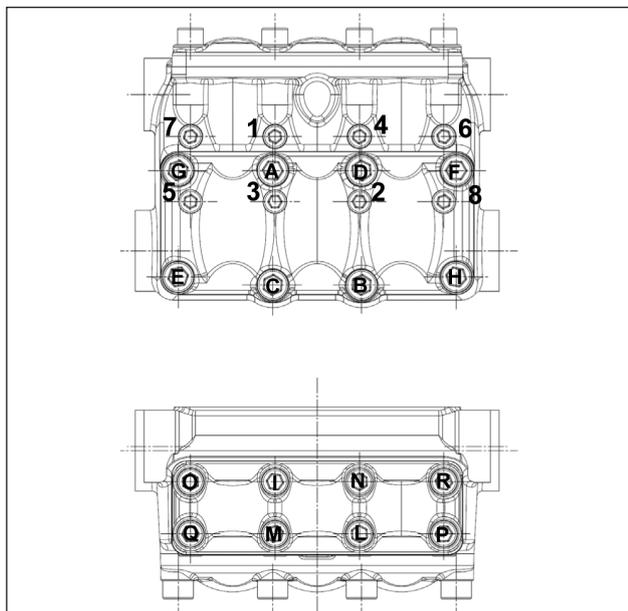

Abb. 30
** Die Befestigungsschrauben des Kopfs, Pos. 55 der Explosionszeichnung, müssen mit einem Drehmomentschlüssel in der Reihenfolge gemäß Schema in Abb. 30 festgezogen werden.
** Die Befestigungsschrauben des Ventildeckels, Pos. 45 und Pos. 58 der Explosionszeichnung, müssen mit einem Drehmomentschlüssel in der Reihenfolge gemäß Schema in Abb. 30 festgezogen werden.